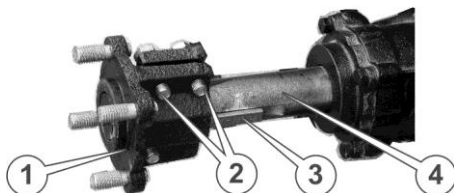

*Рисунок 12. – Редуктор мотоблока у зборі з рамою*
3. Приєднати раму мотоблока (2) (див. рис. 12.) до редуктора (1) за допомогою 3-х болтів M16 і 2-х болтів M12, використовуючи плоскі і розрізні шайби відповідного діаметру із сумки з кріпленням (див. рис. 23.)